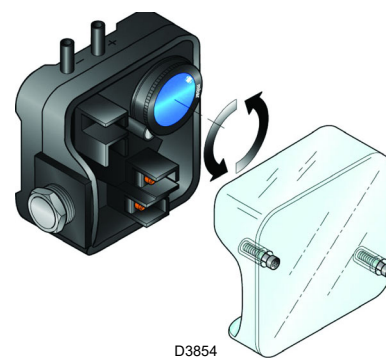

Fig. 27
- Régler le pressostat air (Fig. 27) en début d'échelle.
Effectuer le réglage du pressostat air après avoir effectué tous les autres réglages du brûleur avec le pressostat air réglé en début d'échelle (Fig. 27).